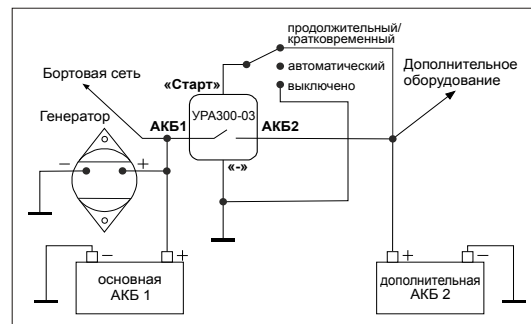

Рис.1. Схема подключения устройства развязки аккумуляторов
**1.3** Подключить устройство в соответствии со схемой рис.1, используя провода сечением: